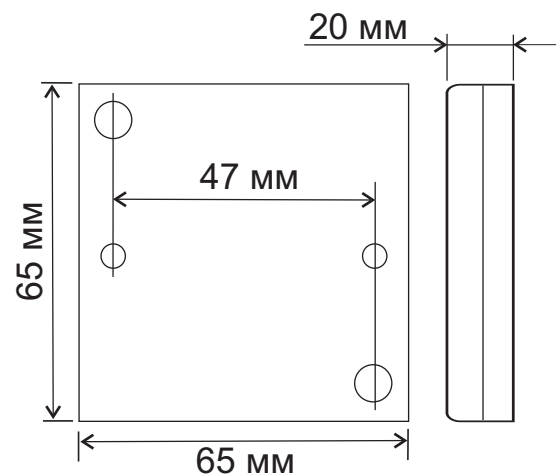

Рис.2 Габариты изделия.
- разметьте и просверлите отверстия под размер крепежных отверстий считывателя (рис.2);